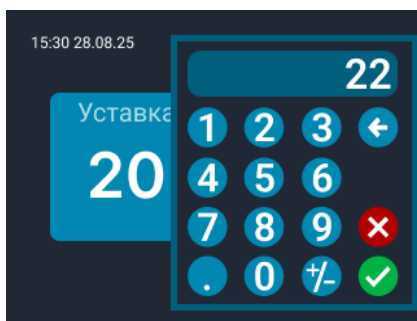

Рис. 6 – Установка заданной температуры
- с помощью цифровой панели (рис. 6) установить желаемое значение температуры;